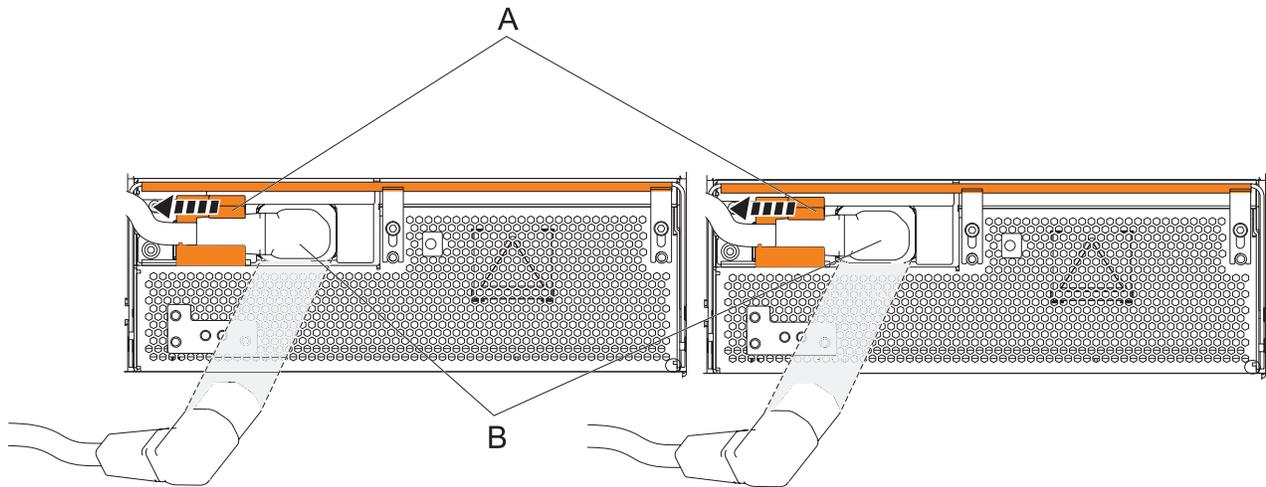

図 54. OCA 電源コードの切り離し
- a. 両方の OCA の前面で、電源コード・ホルダー (A) を左方向へスライドさせます。74 ページの図 54 を参照してください。
- b. 両方の OCA 電源コード (B) にラベルを付け、それぞれの OCA から切り離します。